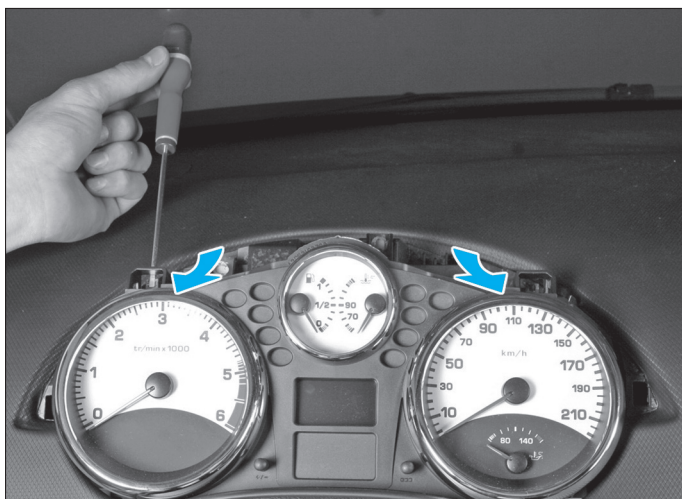

Fig. 32
- Lever les deux languettes vers soi afin de pouvoir dégager le combiné d'instruments par le haut (Fig.32).